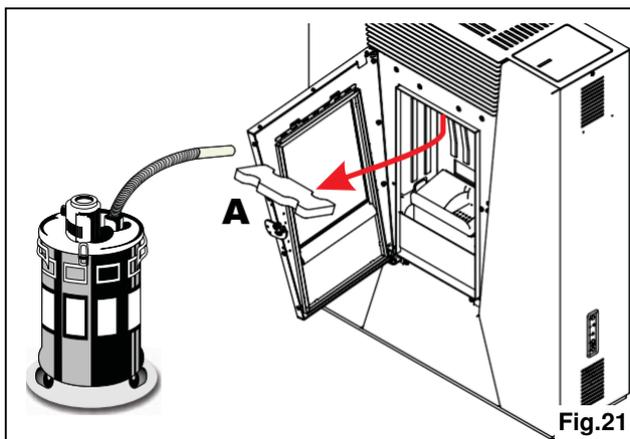

Fig.21
PULIZIA DEL DEFLETTORE FUMI: Eliminare le ceneri che si depositano sopra il deflettore fumi in refrattario ECOKER® (A) sfilandolo dalla sede e servendosi di un aspirapolvere (Fig. 21).